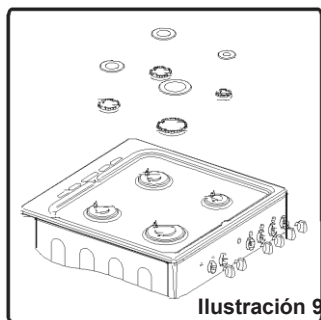

Ilustración 9
- Saque la tapa del quemador y el adaptador. (Ilustración 9).